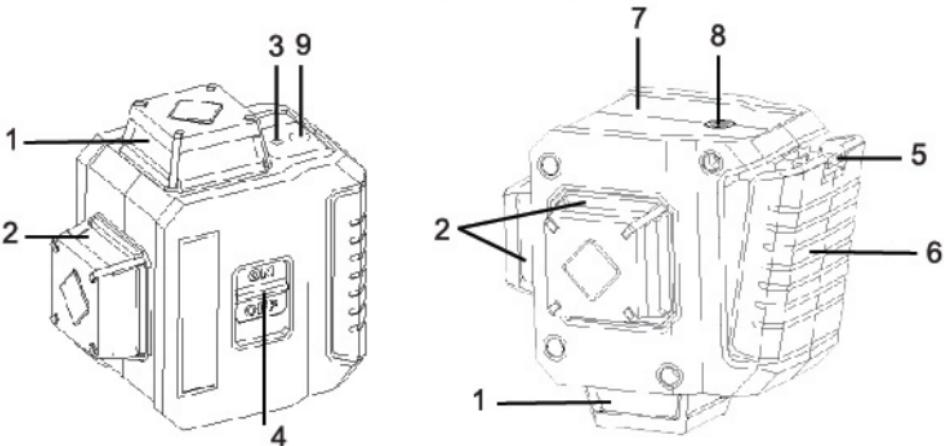

Рис.2 Конструкция Нивелира НЛ-360-3
## **Конструкция лазерного нивелира НЛ-360-3 (Рис. 2):**
2. Последовательным нажатием кнопки 9 (рис. 2) можно отдельно проецировать каждую из 3-х плоскостей (Рис Е, Ж, З)